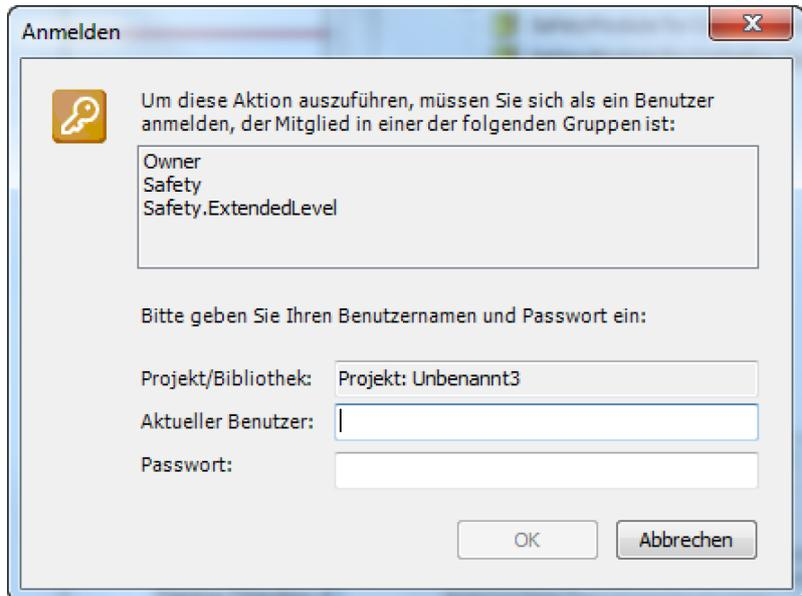

Abb. 17: Dialog: Benutzer- und Passwortabfrage beim Einfügen der Sicherheitssteuerung
6. ➤ Wenn Sie in Schritt 2 „*Leeres Safety-Projekt*“ ausgewählt haben, geben Sie nun im Dialog „*Anmelden*“ (siehe Abb. 17) den „*Aktueller Benutzer:*“ Owner eingeben. Das Passwort ist leer. Schaltfläche „OK“ aktivieren.